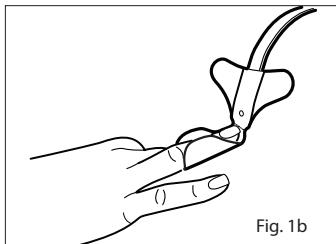

Fig. 1b
- Reportez-vous à la Fig. 1b. Pressez les ailes adhésives, une par une, sur le doigt. La fenêtre du détecteur doit être complètement couverte pour assurer la précision des mesures.